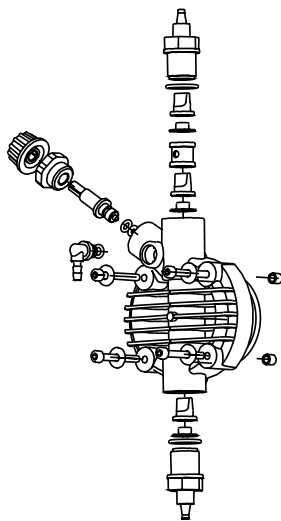

Fig. 10
2. Verificar pelo menos a cada 6 meses o funcionamento da bomba, o aperto dos parafusos do cabeçote e de porcas-trava, particularmente na dosagem de líquidos agressivos, efetuando um controle ainda mais freqüente da concentração do aditivo no sistema; uma redução dessa concentração pode ser causada pelo desgaste das válvulas (que neste caso devem ser substituídas tendo atenção ao remontá-las como na Fig. 10) ou ainda o entupimento do filtro que deve ser limpo como indicado no item 3 a seguir.
Para efetuar esta operação, se a bomba não está fixada ao sistema, se pode fazê-la pulsar por poucos segundos (15 a 30) tendo-a de ponta cabeça e sem as mangueiras conectadas aos nipples, se for impossível virar a bomba, deve-se desmontar e remontar o cabeçote (Fig. 10), utilizando-se dos quatro parafusos de fixação.